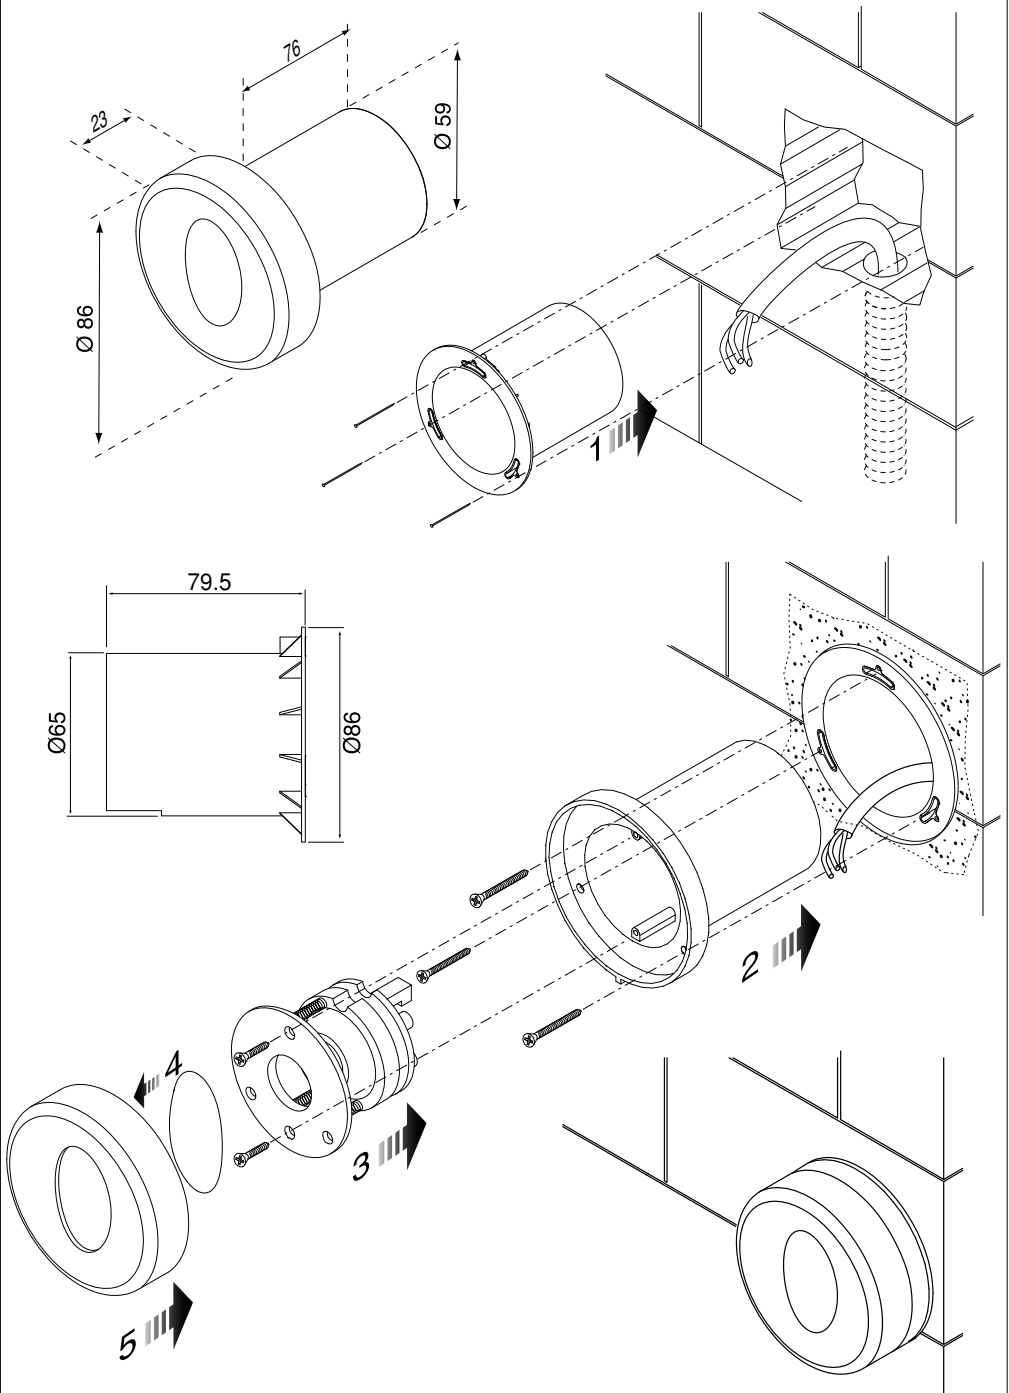

Fig. 2
- Bei Eisenpfosten mit einer Fräse ein Loch ø 60 einlassen, in das der mitgelieferte Plastikbehälter eingesetzt wird. Für dessen Befestigung drei Löcher ø 2,7 bohren und dort die drei beiliegenden selbstschneidenden Schrauben fixieren (Abb. 2).
- con pilar de hierro, realice un taladro con una broca de ϕ 60 en donde colocar la caja de plástico suministrada. Para la sujeción de la caja, realice tres taladros de ϕ 2,7 en donde enroscar los tres tornillos autoataornilladores suministrados (fig.2).
- com pilar de ferro, execute um furo com uma fresa ϕ 60 no qual introduzir o contentor de plástico fornecido com o equipamento. Para a fixação do contentor execute três furos ϕ 2,7 nos quais aparafusar os três parafusos auto-roscantes fornecidos com o equipamento (fig.2).